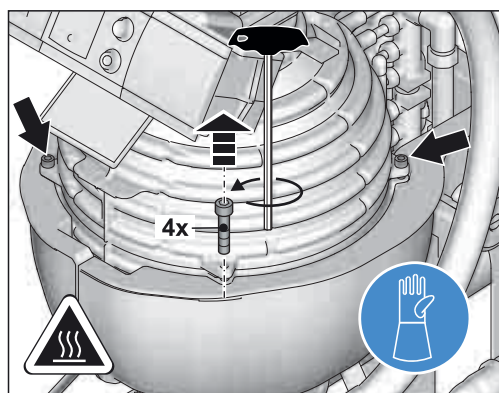

Figura 9-11 Apertura della camera di combustione
- Svitare le quattro viti interne esagonali M10 (figura 9-11).